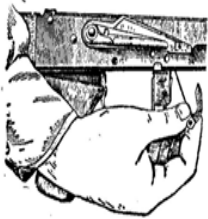

Рис.34. Извлечение автоспуска с пружиной из ствольной коробки
- *отделить автоспуск*: выколоткой сдвинуть влево ось автоспуска и вынуть ее; извлечь автоспуск с пружиной через окно для магазина (рис. 34) и отделить пружину от автоспуска;